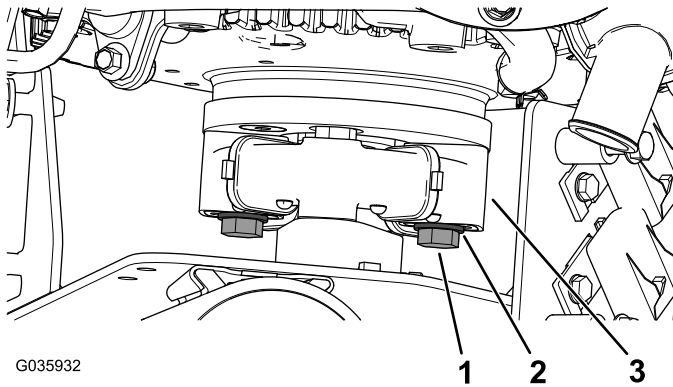

Bild 4
5. Entfernen Sie die 2 Schrauben und 2 Scheiben am Koppler (Bild 4).